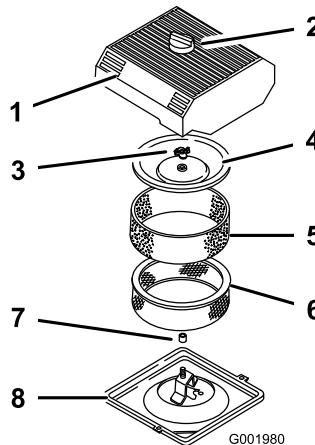

Bild 45
3. Reinigen Sie den Bereich um den Luftfilter herum, um zu verhindern, dass Schmutz in den Motor fällt und Schäden verursacht (Bild 45).
- Schieben Sie den Schaumeinsatz vorsichtig auf den Papierluftfiltereinsatz (Bild 45).
- Schrauben Sie die Abdeckungsmutter mit der Hand auf der Abdeckung fest (Bild 45).
4. Montieren Sie die Luftfilterabdeckung und das Handrad (Bild 45).